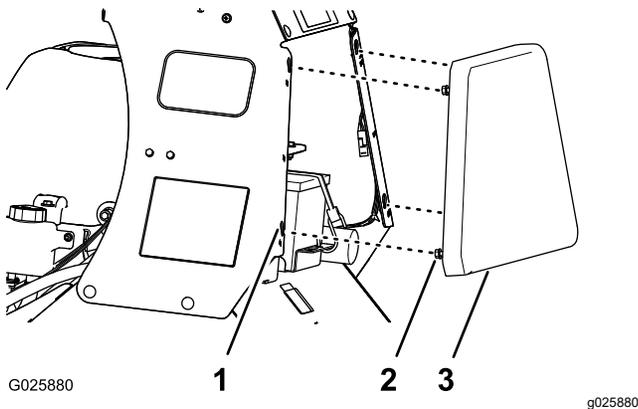

Figure 31
2. Avancez la plaque jusqu'à ce qu'elle soit de niveau avec le cadre de la console (Figure 31).
3. Abaissez la plaque jusqu'à ce que les boulons à embase soient engagés dans les fentes (Figure 31).
1. Desserrez les 4 boulons à embase qui fixent la plaque aux panneaux gauche et droit de la console (Figure 31).
2. Soulevez la plaque de la console (Figure 31) d'environ 13 mm ($\frac{1}{2}$ po).
3. Tirez la plaque en arrière et déposez-la de la machine (Figure 31).
1. Placez les 4 boulons à embase sur la face avant de la console en face des 4 fentes en trou de serrure dans le cadre de la console (Figure 31).